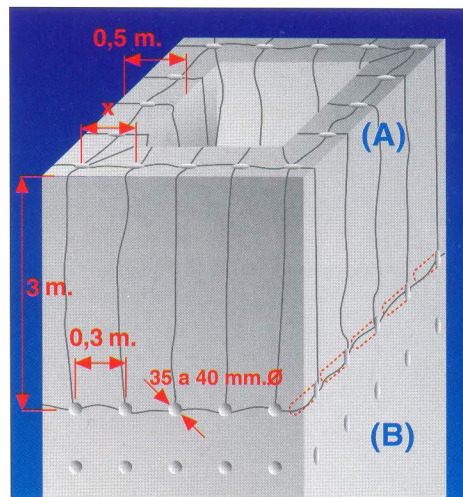

figura 2
Barrenaremos como se indica en la figura 2. Es imprescindible que el ángulo de barrenado esté entre 45° y 60°. Efectuaremos la demolición de la primera zona y, una vez de disponer de frentes, continuaremos la demolición.
Una de las soluciones puede ser el barrenado vertical o la carga de arriba hacia abajo. Como se puede observar en la figura adjunta y dependiendo del grosor de la viga o muro, se practicarán una o varias filas de perforaciones y cargas. Si, además, queremos conseguir que cada cierta distancia (D) se produzca la rotura de una parte de la viga, practicaremos los agujeros laterales o de corte a la distancia deseada (fig 1). Como segunda solución puede aplicarse el sistema de corte horizontal o cizallamiento, solución planteada en la figura 2 de la página siguiente. Esta solución, como podrán comprobar, resulta más barata.